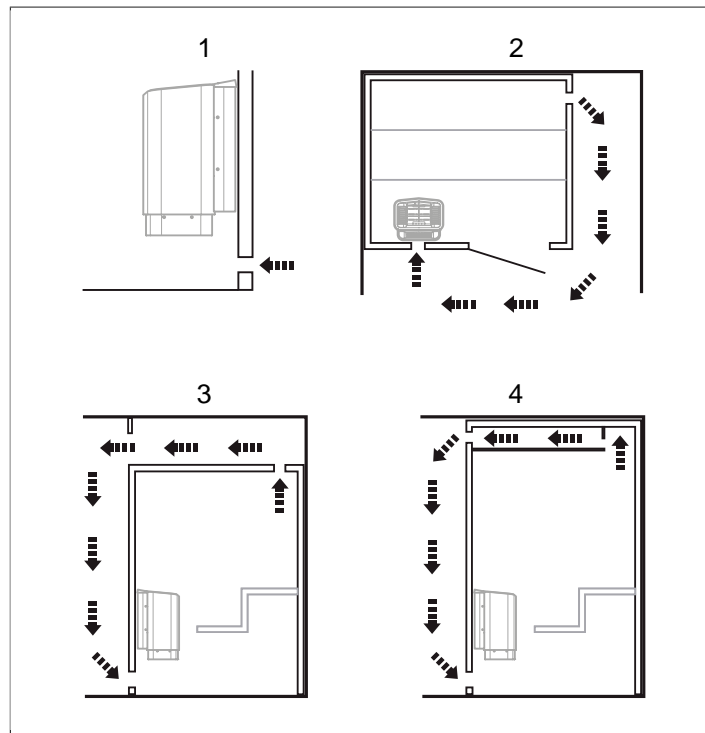

Fig 7: In- och utluftsventilens placering
- med maximalt avstånd till inluftsventilen, t.ex. i diagonal (se **Fig 7**, sidan 3).
- högt på väggen eller i taket (se **Fig 7**, sidan 3).